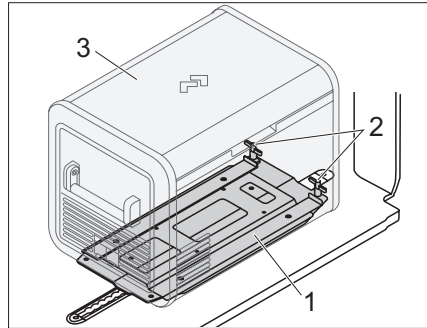

Bild 81 Halterung (Sonderausstattung)
- ▶ Kühlbox (Bild 81,3) in die Halte-
rung (Bild 81,1) stellen.
- ▶ Mit den Knebeln (Bild 81,2) die Kühlbox